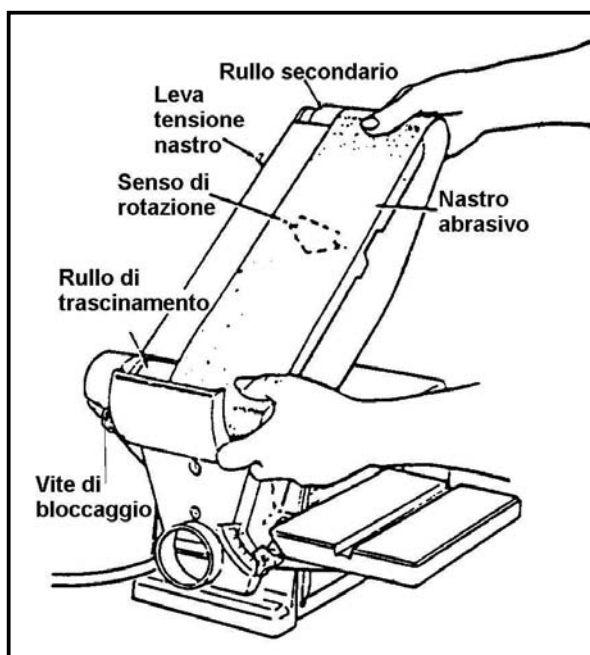

Figura 20 – Montaggio del nastro abrasivo Art. 0505.
2. Inserite il nastro nuovo sui due rulli di guida, assicurandovi di rispettare il verso di rotazione del nastro (figura 20).